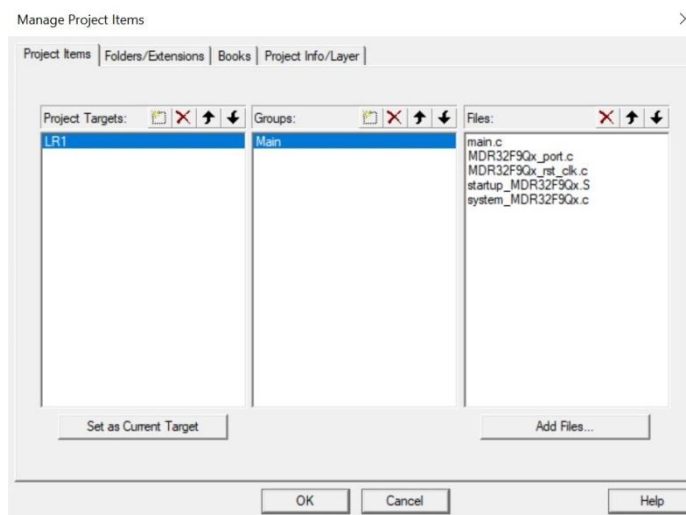

Рисунок 1.4 – добавление файлов библиотек к проекту
2. Подключить необходимые файлы «имя_библиотеки.c» и файл startup.h. к проекту. Для этого необходимо в главном меню выбрать Project/Manage/Project Items см. рисунок 1.4, выбрать любую группу проекта и нажать кнопку «Add Files...» затем добавить к проекту следующие файлы: